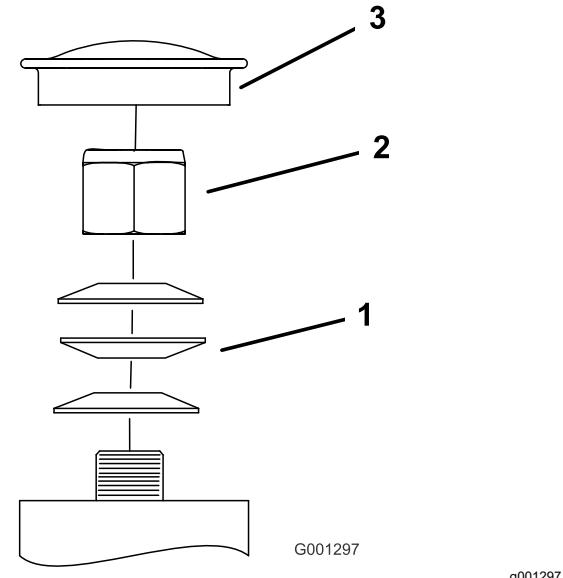
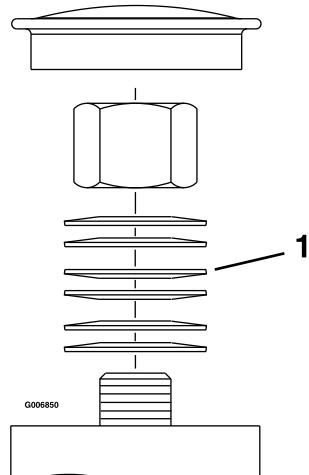

Figure 51
Figure 52
3. Déposez le couvre-moyeu de la roue pivotante et serrez le contre-écrou jusqu'à ce que les rondelles élastiques soient aplatis, puis desserrez-le de 1/4 de tour pour obtenir la précharge correcte des roulements (Figure 51 et Figure 52).